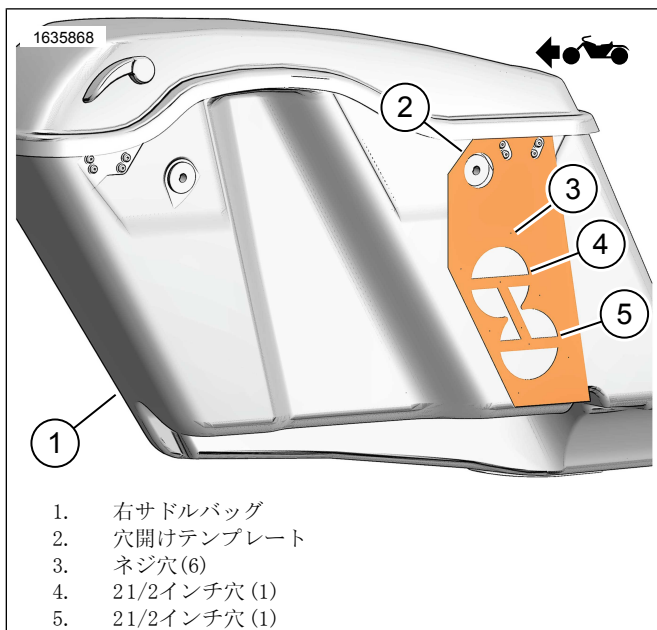

図2。右側のサドルバッグ
1. 図2を参照してください。右サドルバッグ(1)にドリルテンプレート(2)を配置します。